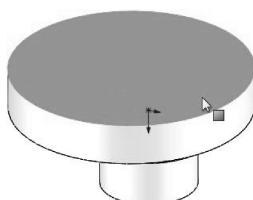

图 3-23 选择草图平面
- 单击【拉伸凸台/基体】按钮，选择如图 3-23 所示的面作为绘图平面。